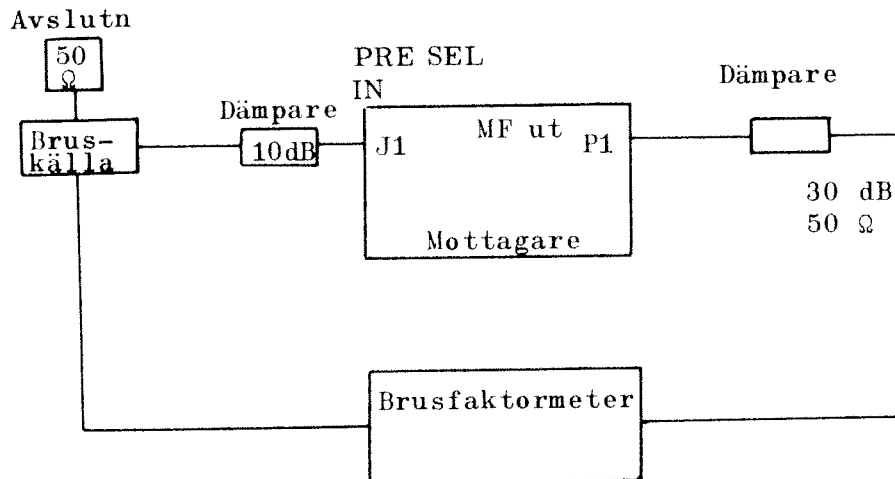

Bild 3
- 3.7.1 Koppla upp för brusfaktormätning enligt bild 3. Bruskällans ena utgång ansluts till mottagaringången över en kort kabel (20-30 cm). Bruskällans andra utgång avslutas med 50 ohm. Brusfaktormeterens ingång ansluts över en dämpare till andra MF-filtrets utgång.